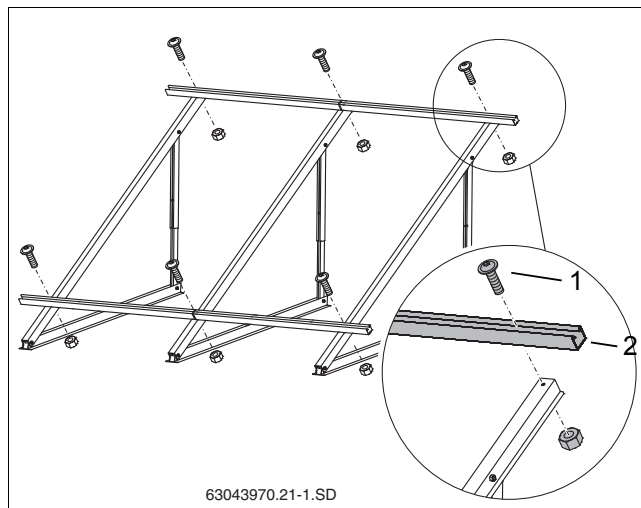

Рис. 34 Монтаж профильных реек (здесь: для 2 вертикальных коллекторов)
- ▶ Предварительно собранные профильные рейки (рис. 34, [2]) слегка закрепите винтами M8x20 (рис. 34, [1]) так, чтобы можно было их выровнять.